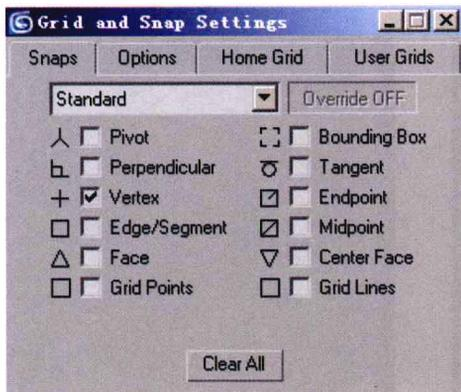
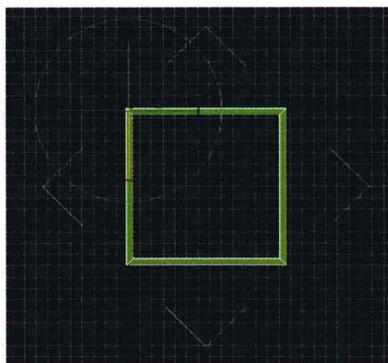

图 1-7
图 1-8
6. 在【角度】工具上右击鼠标，在弹出的对话框中（图 1-7），设置捕捉角度为“45°”，然后使用【旋转】工具，在【Top】（顶）视图中旋转其方向，最后将其调成正确方向（图 1-8）。